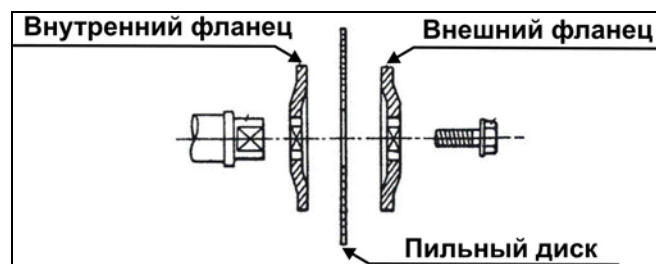

Рис. 5
Установите диск в соответствии с последовательностью, указанной на Рис.5 так, чтобы зубья диска были направлены вниз в передней части пилы, Рис.2а. Затяните болт крепления, Рис.4в, вращением против часовой стрелки, придерживая в нажатом положении кнопку фиксации (18), Рис. 4б, пильного диска (3), Рис.4в.